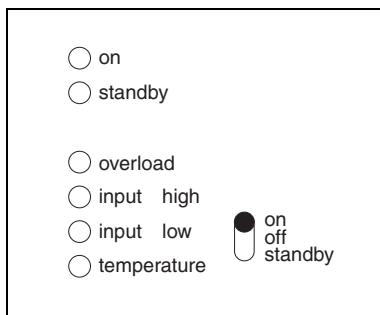

afbeelding 1.
Voor installatie van apparatuur aan de 230 Volt uitgang is een schroevendraaier (nr. 1) nodig. De aansluitpunten zijn links op de voorzijde van de omvormer printplaat geplaatst. (zie afbeelding 1, pagina 50).
De aarde-draad van het stroomnet wordt verbonden met de aarde (PE) van het 230 Volt aansluitblok (zie afbeelding 1, pagina 50). Deze verbinding is alleen functioneel wanneer de behuizing met de aarde verbonden is.
Op de printplaat bevindt zich het klemmenblok. De 230 Volt apparaten worden met een drie-aderige kabel op de Atlas omvormer aangesloten (zie afbeelding 1, pagina 50).
De aansluitingen voor de 12 Volt_{DC}, 24 Volt_{DC} of 48 Volt_{DC}-ingang bevinden zich rechts aan de onderzijde van de printplaat, zie afbeelding 1, pagina 50.
De accukabels zijn beveiligd door zekeringen welke gepositioneerd zijn in de behuizing van de omvormer (zie afbeelding 1).